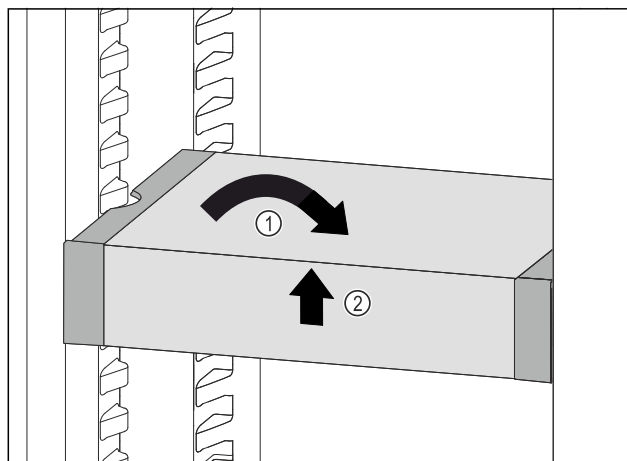

Fig. 101
- Plasser VarioSafe rett. Fig. 101 (1)
- Løft VarioSafe opp i forkant. Fig. 101 (2)